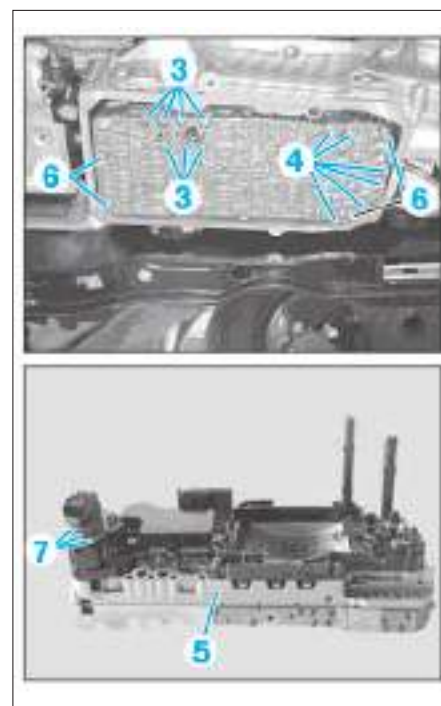

FIG. 7
- Débrancher le connecteur électrique (2).
- Déposer les vis (3) et (4) (Fig.7).